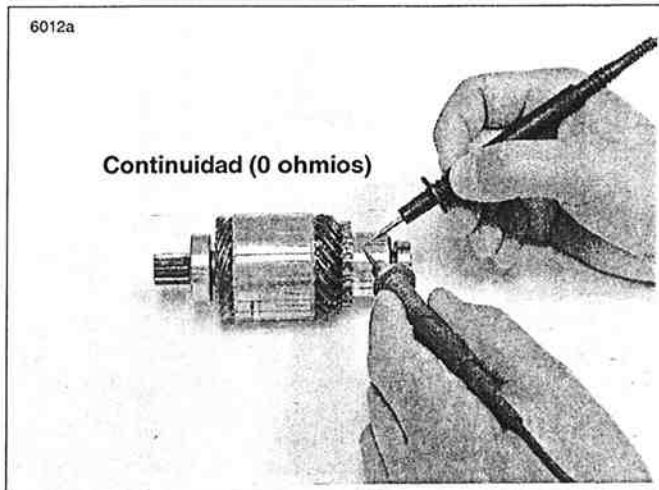

Figura 5-11. Prueba de la armadura abierta
11. Vea la Figura 5-11. Compruebe si LA ARMADURA ESTÁ ABIERTA con un óhmetro o probador de continuidad.